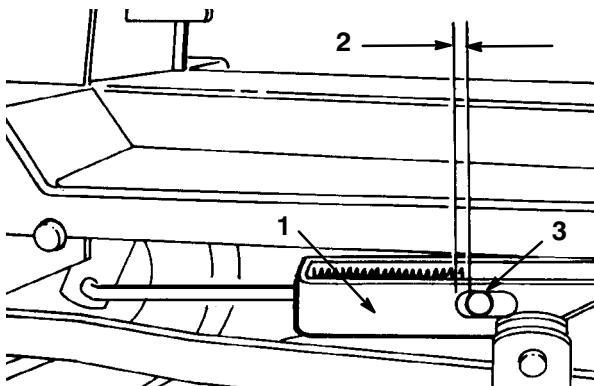

Bild 38
- Drehen Sie die Einstellstange, bis ein Abstand von 1,5 mm oder darunter zwischen dem Ende des Schlitzes im Eingriffprofil und dem Außendurchmesser des Stifts besteht (Bild 38).